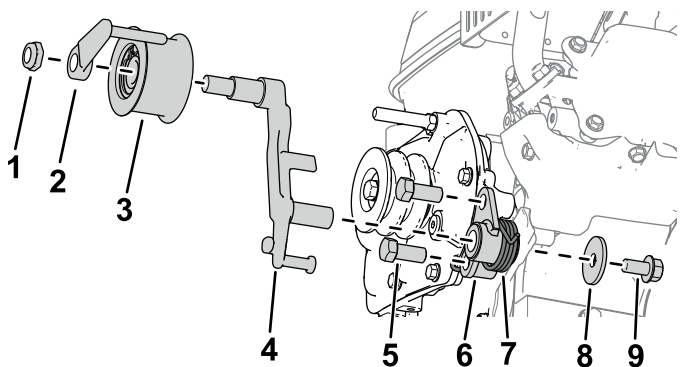

图 3
5. 如**图 3**所示用 2 个螺栓 7/16 x 1 英寸将离合器支架安装到齿轮箱。
6. 将离合器杆安装到离合器支架上**图 3**。
7. 如**图 3**所示用垫圈 3/8 x 1-3/8 英寸和螺栓 3/8 x 3/4 英寸将扭力弹簧安装到离合器支架。
8. 用皮带导轨和六角螺母将怠轮皮带轮总成安装到离合器杆上**图 3**。